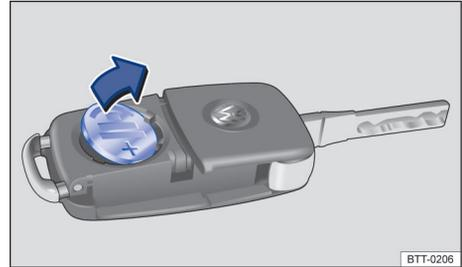

Fig. 20 Llave del vehículo: extraer la pila.
- Extraiga la pila de su compartimento haciendo palanca con un objeto fino adecuado ⇒ fig. 20.
- Coloque una pila nueva tal y como se muestra ⇒ fig. 20 y presiónela en el sentido contrario al de la flecha para introducirla en el compartimento ⇒ ⌚.